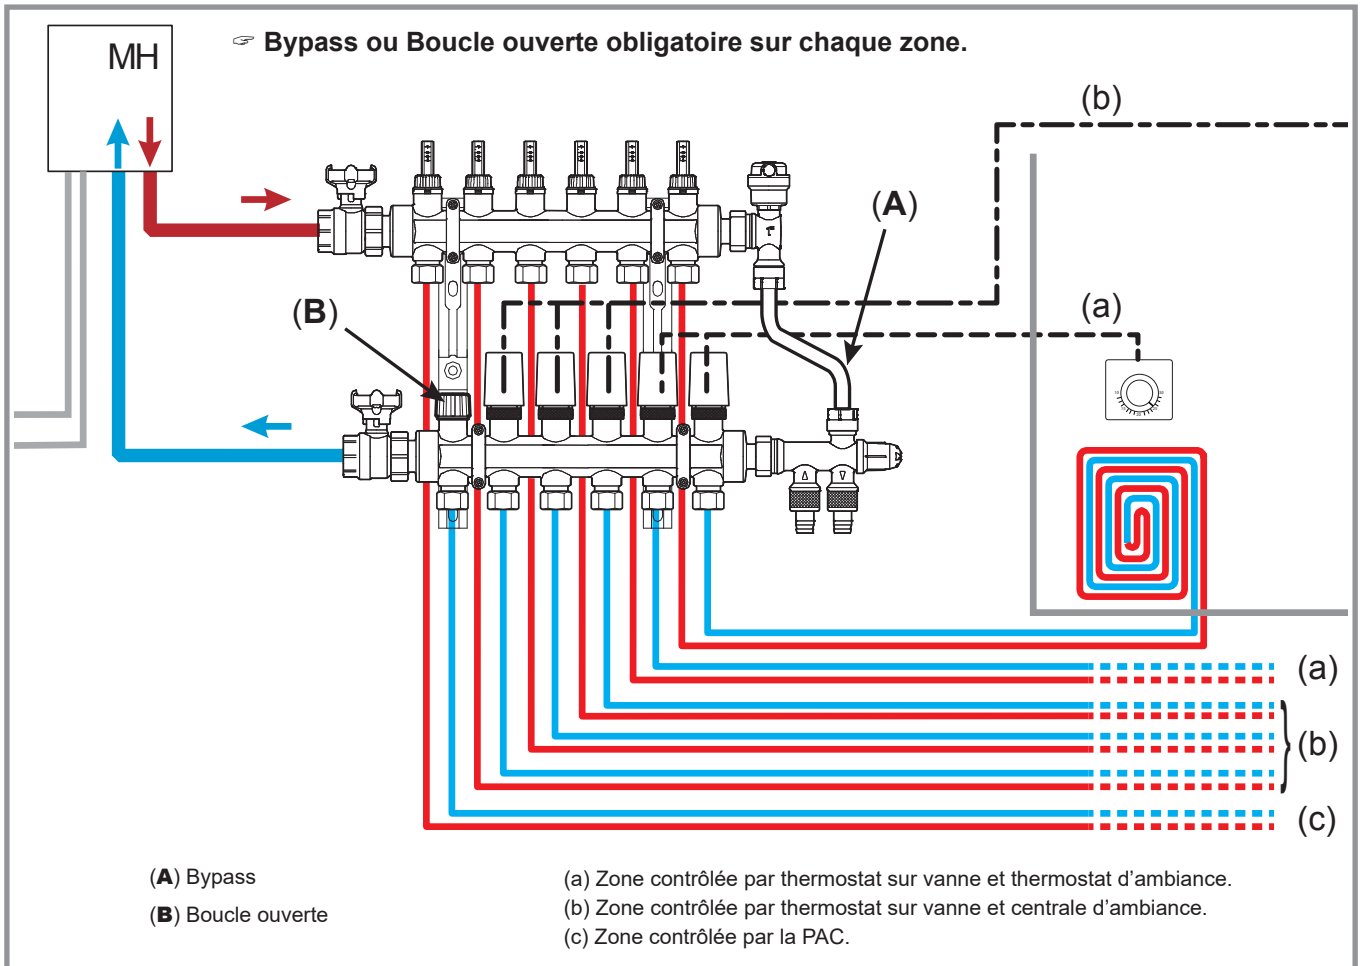

figure 23 - Raccordement plancher chauffant
- Installer la vanne filtre sur le retour circuit chauffage dans le sens préconisé (rep. VF, figure 23).